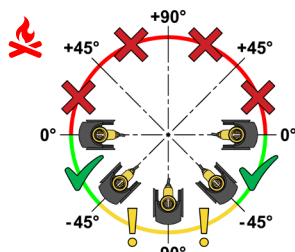

Fig.6
- **Modèles avec débit nominal jusqu'à 2,5 m3/h:** le débitmètre peut être orienté avec des inclinaisons comprises entre 0° et -90°. En particulier, une orientation avec un angle compris entre -45° et -90° est autorisée s'il n'y a pas d'impuretés et de saletés à l'intérieur du fluide caloporteur (Fig.6);